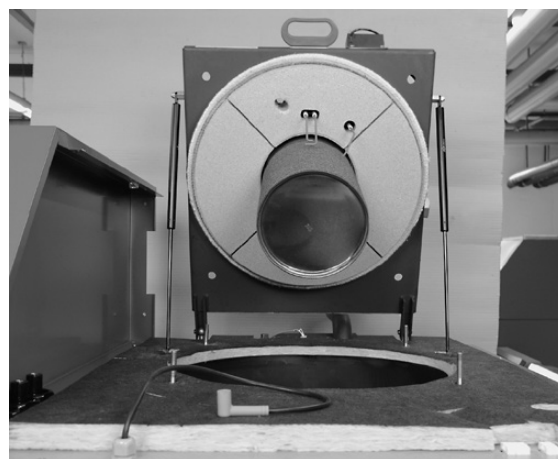

Fig. 35
6. Basculer le brûleur avec la porte de la chaudière vers le haut (Fig. 35).